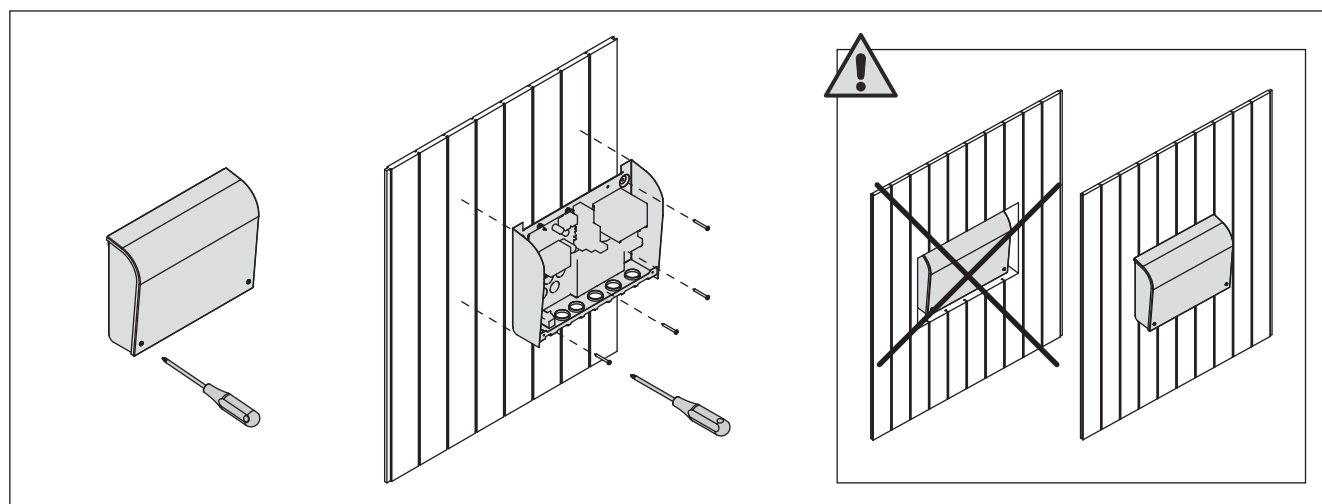

Рисунок 5. Снятие крышки блока питания и его крепление на стене
Блок питания устанавливается вне парильни, в сухом месте с температурой окружающего воздуха  $>0^{\circ}\text{C}$ . На рис. 5 приведены указания по открыванию крышки блока питания и его креплению на стене.
**Внимание!** Блок питания нельзя утапливать в стену или устанавливать его заподлицо, так как это может вызвать перегрев внутренних компонентов блока и привести к поломке устройства. См. рис. 5.